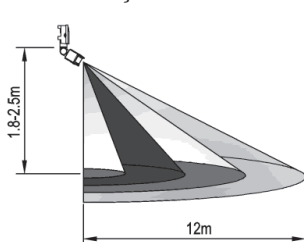

Figura 2
- Fixe o fundo na posição selecionada com o parafuso inflado (consulte a figura 2).